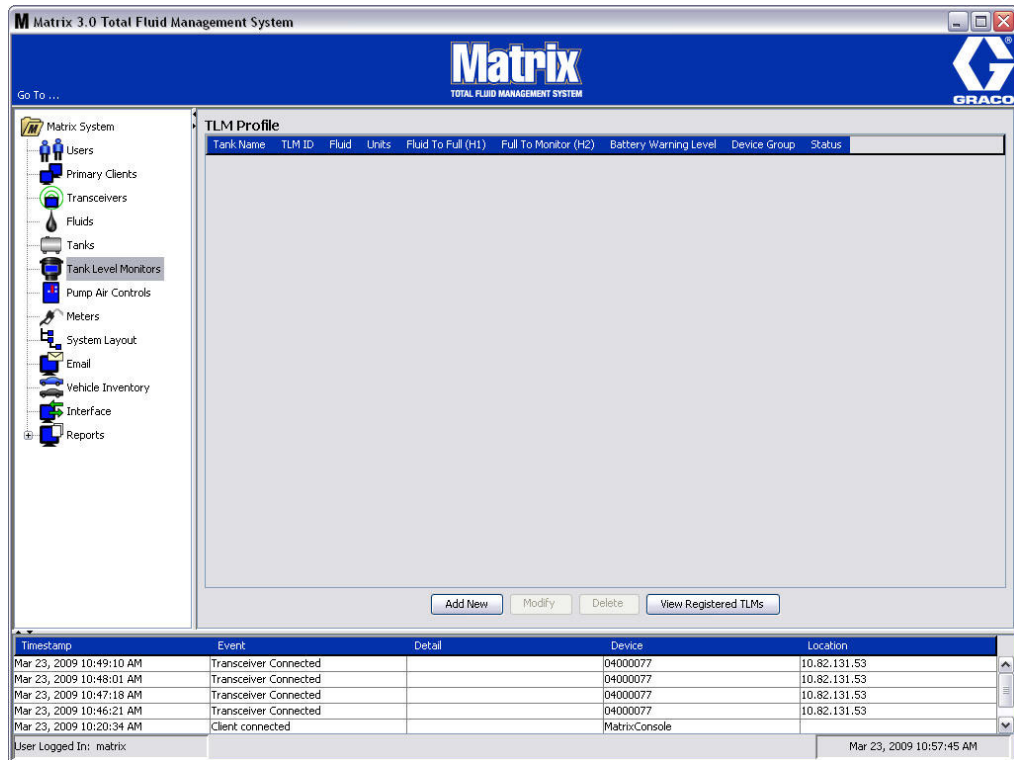

FIG. 107
L'écran présenté à la FIG. 107 à la page 85 est utilisé pour ajouter, modifier, supprimer et créer un profil pour les Contrôleurs de Niveau de Réservoir (TLM) dans un système Matrix. Chaque contrôleur de niveau de réservoir (TLM) de Matrix a un dispositif d'identification unique intégré. L'identité du dispositif est ce qui différencie un TLM d'un autre.
2. Pour créer un profil et ajouter un nouveau Contrôleur de Niveau de Réservoir au système Matrix, cliquez sur le bouton Ajouter Nouveau (FIG. 107).